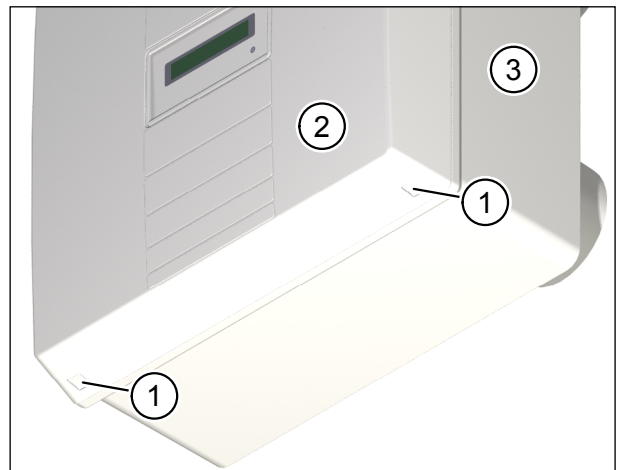

Abb. 3: Deckel vom Lüftungsgerät abnehmen und reinigen
- ▶ Drücken Sie mit beiden Daumen auf die beiden Rasthaken (Pos. 1 in Abb. 3) an der Unterseite des Lüftungsgeräts. Der Deckel (Pos. 2 in Abb. 3) löst sich.
- ▶ Greifen Sie gleichzeitig mit den Zeigefingern in die Fuge zwischen Deckel und Gehäuse (Pos. 3 in Abb. 3) und heben Sie den Deckel vom Gehäuse nach oben ab.